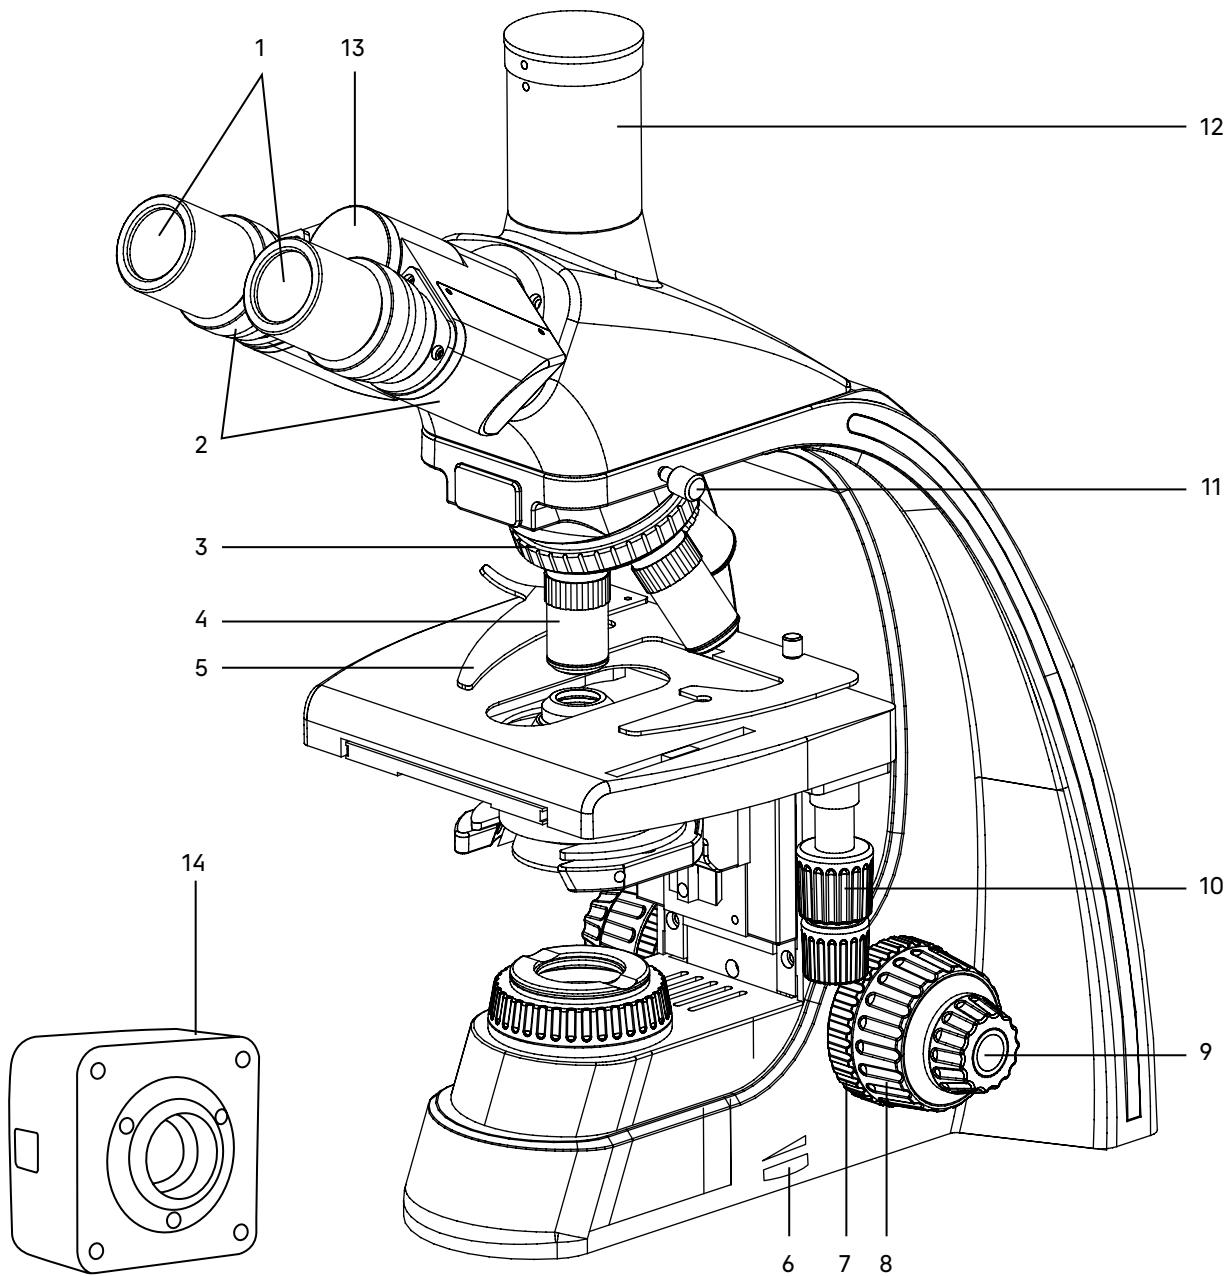
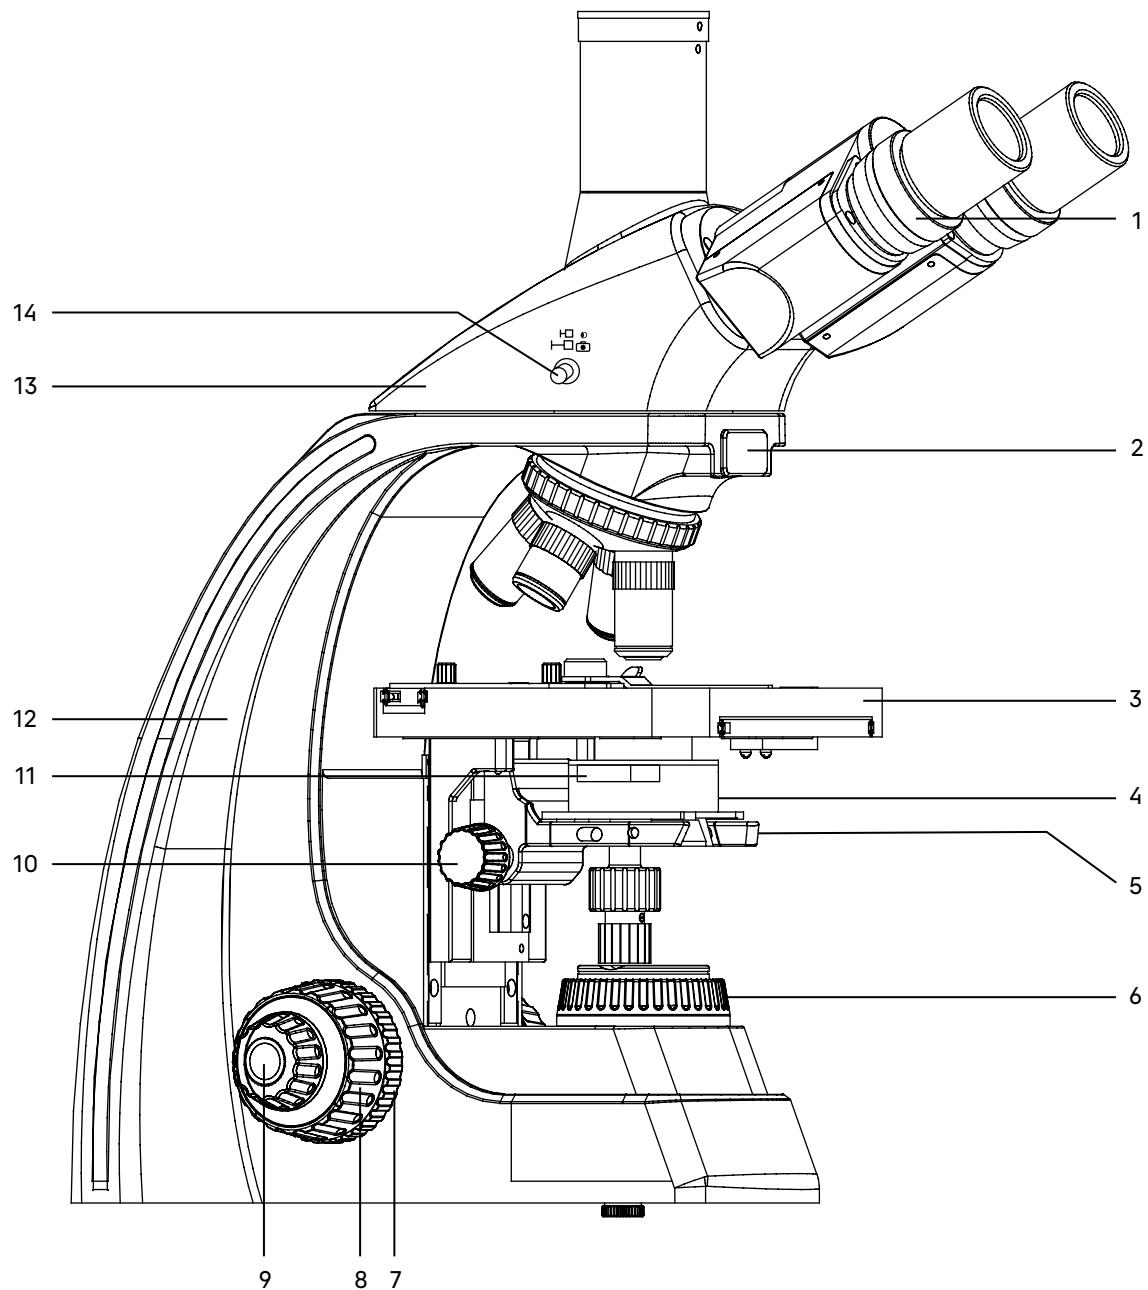

Рис. 1. Микроскоп MAGUS Bio D230. Вид справа
Рис. 2. Микроскоп MAGUS Bio D230. Вид слева
Общий вид микроскопа представлен на рис. 1 и 2.
Штатив 12 (рис. 2) представляет собой цельную конструкцию с основанием. Основание имеет Y-образную устойчивую эргономичную форму.
- револьвер 3 (рис. 1) с объективами 4 (рис. 1);
- предметный столик 3 (рис. 2);
- кронштейн конденсора 5 (рис. 2);
- коллектор в оправе с полевой диафрагмой 6 (рис. 2).
Ручка 6 (рис. 1) служит для регулировки напряжения питания источника света.
Фокусировка на объект осуществляется перемещением по высоте предметного столика 3 (рис. 2). Грубая фокусировка производится вращением коаксиальных рукояток 8 (рис. 1, 2), которые размещены по обеим сторонам штатива.
Тонкая фокусировка производится вращением рукояток 9 (рис. 1, 2), расположенных по обеим сторонам штатива. Тонкая фокусировка требуется для точного фокусирования на объект и для подфокусировки микроскопа на резкость изображения при смене объективов и препаратов.
Механизм регулировки жесткости хода грубой фокусировки 7 (рис. 1) – кольцо между штативом и рукояткой грубой фокусировки с правой стороны. С помощью кольца регулируется жесткость хода грубой фокусировки так, чтобы жесткость была комфортной для пользователя, но при этом столик не опускался самопроизвольно во время работы.
Рукоятка блокировки грубой фокусировки 7 (рис. 2) расположена с левой стороны. После завершения грубой фокусировки рекомендуется перевести рычаг в крайнее положение в направлении по часовой стрелке. Таким образом закрепится положение грубой фокусировки для быстрой рефокусировки после смены препарата.
Насадка 13 (рис. 2) обеспечивает визуальное наблюдение изображения объекта. Насадка устанавливается в отверстие штатива 12 (рис. 2) и закрепляется винтом 11 (рис. 1). Насадку при установке развернуть окулярами в сторону предметного столика.
Изменение межзрачкового расстояния в насадке осуществляется разворотом окулярных тубусов 2 (рис. 1) в пределах 48–75 мм. Значение расстояния, установленного в соответствии с глазной базой наблюдателя, отсчитывается по шкале на насадке 13 (рис. 1).
Механизм диоптрийной подвижки окуляров служит для компенсации аметропии глаз наблюдателя. Находится на левом окулярном тубусе – кольцо 1 (рис. 2).
В вертикальный тубус 12 (рис. 1) корпуса визуальной насадки (канал визуализации) для фиксации камеры (видеоокуляра) устанавливается переходник C-mount. Камера служит для вывода изображения на экран компьютера или монITOR/телевизор. Переключение светового потока на вертикальный тубус производится рукояткой 14 (рис. 2). Рукоятка имеет два положения: 100/0 и 0/100.
В комплект микроскопа входят окуляры 1 (рис. 1). Окуляры имеют высокое положение выходного зрачка и предназначены для работы как в очках, так и без них.
Револьверное устройство 3 (рис. 1) обеспечивает установку пяти объективов 4 (рис. 1). Смена объективов производится вращением револьверного устройства за конусную рифленую поверхность до фиксированного положения.
Объективы 4 (рис. 1) рассчитаны на длину тубуса «бесконечность». Парфокальная высота объективов составляет 45 мм, линейное поле зрения в плоскости изображения – 20 мм. Рассчитаны для работы с препаратами с толщиной покровного стекла 0,17 мм или без покровного стекла. Микроскоп укомплектован объективами-ахроматами с увеличением 4x, 10x, 40x, 100x. Дополнительно возможна комплектация объективом-ахроматом 20x.
Конденсор 4 (рис. 2) установлен в кронштейн 5 (рис. 2) под предметным столиком микроскопа. Тип крепления конденсора – «ласточкин хвост». Конденсор устанавливается по направляющим при поднятом столике и опущенном кронштейне. Перемещение конденсора вдоль оптической оси микроскопа осуществляется с помощью рукоятки перемещения кронштейна конденсора 10 (рис. 2), расположенной слева от наблюдателя под столиком микроскопа. Диапазон перемещения конденсора – не менее 21 мм.
Конденсор имеет слот 11 (рис. 2) для установки слайдера темного поля или слайдера фазового контраста.
Двухкоординатный предметный столик 3 (рис. 2) обеспечивает перемещение объекта в двух взаимно перпендикулярных направлениях с помощью рукояток 10 (рис. 1), расположенных на одной оси.
У столика отсутствует выдвижная зубчатая рейка по оси X, что повышает эргономичность работы. Механизм с ременной передачей плавно перемещает объект. Объект крепится на поверхности столика препаратородержателем 5 (рис. 1), для чего прижим отводится в сторону. Препаратородержатель крепится к столику при помощи двух винтов. При снятом препаратородержателе объект можно перемещать рукой.
Встроенный в основание микроскопа осветитель включает коллектор в оправе с полевой диафрагмой 6 (рис. 2) и источник света – галогенную лампу или светодиод.
Включение осветителя осуществляется с помощь выключателя на задней панели штатива. Регулировка яркости осуществляется ручкой 6 (рис. 1).
Полевая диафрагма регулируется (открывается/закрывается) вращением кольца оправы 6 (рис. 2).